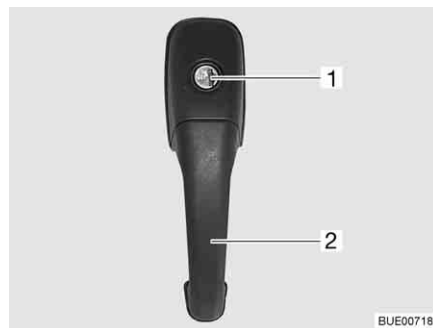

Fig. 41 Serrure de la porte cellule, à l'extérieur
- Insérer la clé dans le barillet (Fig. 41,1) et la tourner jusqu'à ce que la serrure de la porte soit déverrouillée.
- Tirer sur la poignée de la porte (Fig. 41,2). La porte est ouverte.
- Insérer la clé dans le barillet (Fig. 41,1) et la tourner jusqu'à ce que la serrure de la porte soit verrouillée.